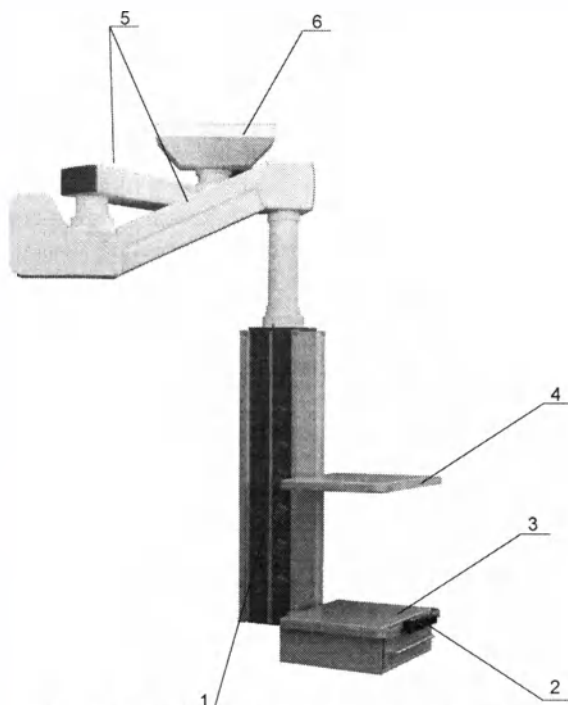
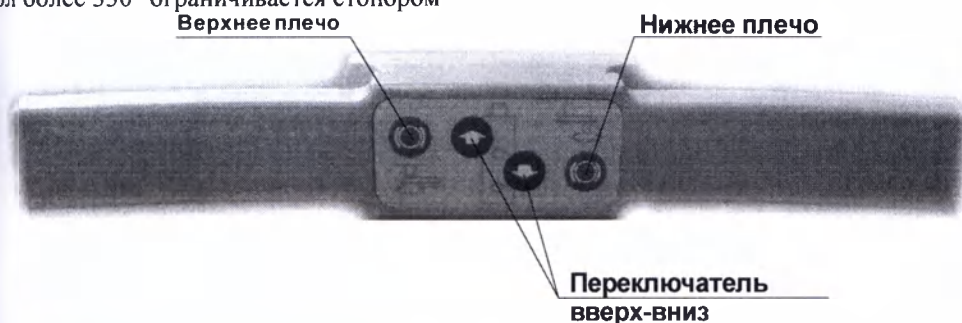

Рис. 1 Общий вид консоли потолочной
Рис. 4 Расположение кнопок
Несущая труба служит для соединения потолочного крепления с поворотным плечевым механизмом консоли, а также проводки (внутри нее) шлангов подачи медицинских газов и проводов электромонтажа. Поворотное плечо консоли имеет пневматический тормоз, расположенный в торцевой части плеча со стороны поворотного механизма плеча (см.Рис. 12) Выключение тормоза при необходимости смены положения приборной колонны производится нажатием кнопки управления, расположенной на нижней приборной полке см.Рис. 1,Рис. 4) Плечо консоли имеет возможность поворота вокруг оси крепления до 330° , что обеспечивает удобную установку местоположения приборной колонны. Поворот на угол более 330° ограничивается стопором
4. Полная пневматическая схема консоли приведена на Рис. 7, электрическая - на Рис. 8. Магистрали сжатого воздуха и медгазов подсоединяются к вентилям и через них по соединительным шлангам поступают на соответствующие клапаны приборной колонны (Рис. 1). Сжатый воздух (5 бар) через пневмоклапаны (на нижней приборной полке) также подается на пневмоцилиндры, управляющие пневмотормозами поворотных плеч. Схема электропитания (Рис. 8) состоит из 8 розеток X3÷X6 К розеткам X7÷X10 подводится сеть резервного электропитания.
На коллекторы 5 (Рис 26), установленные на основании корпуса блока (рис. 4) через запирающие вентили 3 поступают медгазы от магистральных трубопроводов. К коллекторам подключено по одному выходу медгазов на оконечные устройства, установленные в операционных, реанимационных или палатах общего назначения. К коллекторам 5 через запирающие вентили 4 также подключены программируемые датчики давления (с цифровыми индикаторами) для контроля допустимых рабочих пределов давления (верхнего и нижнего), а также для визуальной индикации текущего значения. Устройство контроля и индикации вырабатывает звуковой сигнал тревоги при выходе давления медгаза за установленные рабочие пределы (верхний и нижний) в любом из магистральных трубопроводов в точке подключения блока. При этом цвет свечения цифровых индикаторов датчиков давления, соответствующего медгаза становится **красным**. В блоке предусмотрена возможность отключения звукового сигнала тревоги с помощью выключателя «вкл-выкл». Устройство контроля и индикации размещено в герметичном отсеке на двери блока (Рис. 3а). Электрическая и пневматическая схемы приведены на Рис. 2а и Рис 2б.
Для монтажа коробки на стене предусмотрено отсоединение корпуса с дверкой контрольно-отключающей коробки от основания с коллекторами (Рис. 4а).